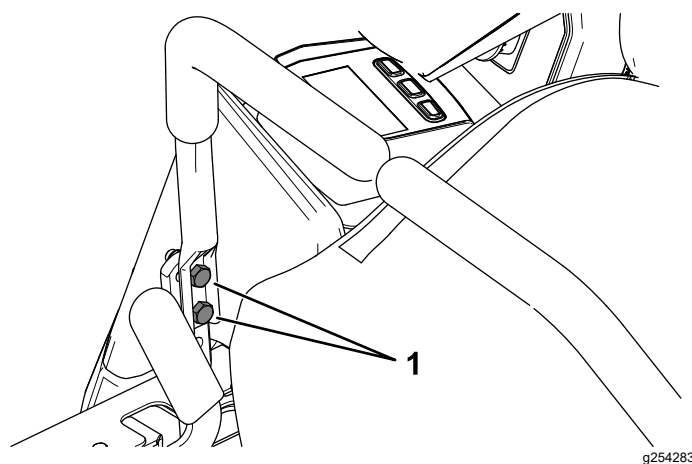

Figura 54
8. Si es necesario alinearlas, afloje los 2 pernos de montaje de la palanca de control de movimiento del lado que está mal alineado (Figura 54).
10. Apriete los 2 pernos de montaje de la palanca de control de movimiento (Figura 54).